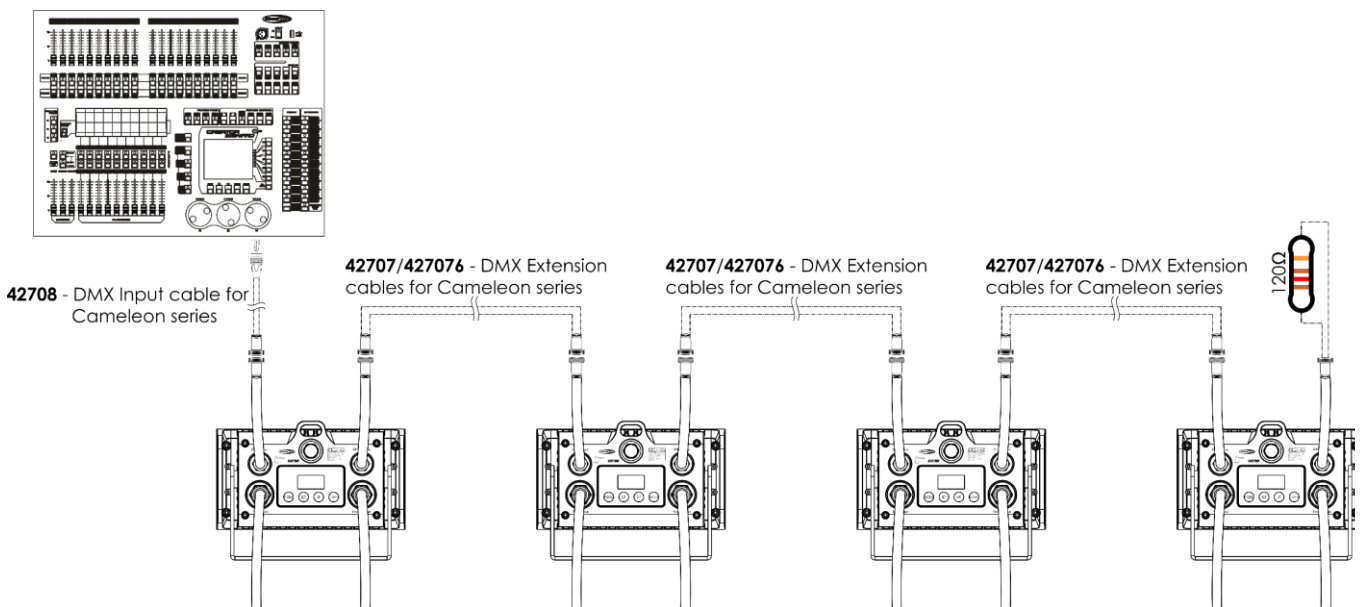

Fig. 04
- 04) Collegare le unità come indicato nella Fig. 04. Collegare un controller luci alla presa DMX "in" della prima unità, usando il cavo di ingresso DMX 42708. Collegare la presa "out" della prima unità alla presa "in" della seconda unità, servendosi del cavo prolunga DMX 42707/427076, collegare la seconda e la terza unità servendosi del cavo prolunga DMX 42707/427076.